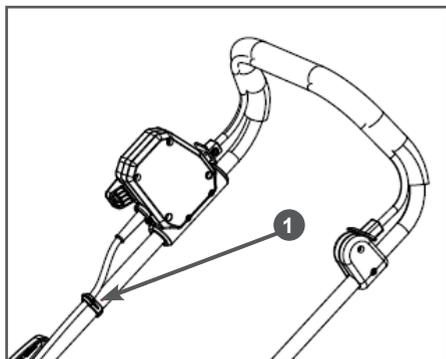

Рис. 4 Установка зажима кабеля
- Прикрепите кабель питания к газонокосилке с помощью зажима 1 для кабеля (см. Рис. 4).